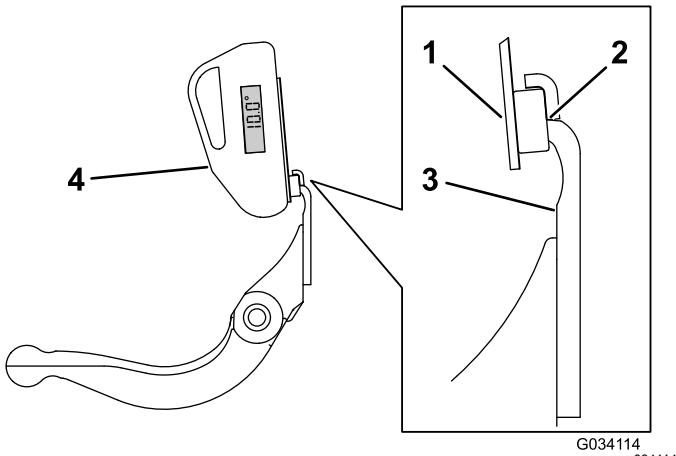

Figura 28
3. Posizionate il supporto del goniometro sul bordo della controlama, in modo che il bordo del magnete corrisponda a quello della controlama (Figura 28).
4. Posizionate il goniometro sul supporto, come illustrato nella **Figura 28**.